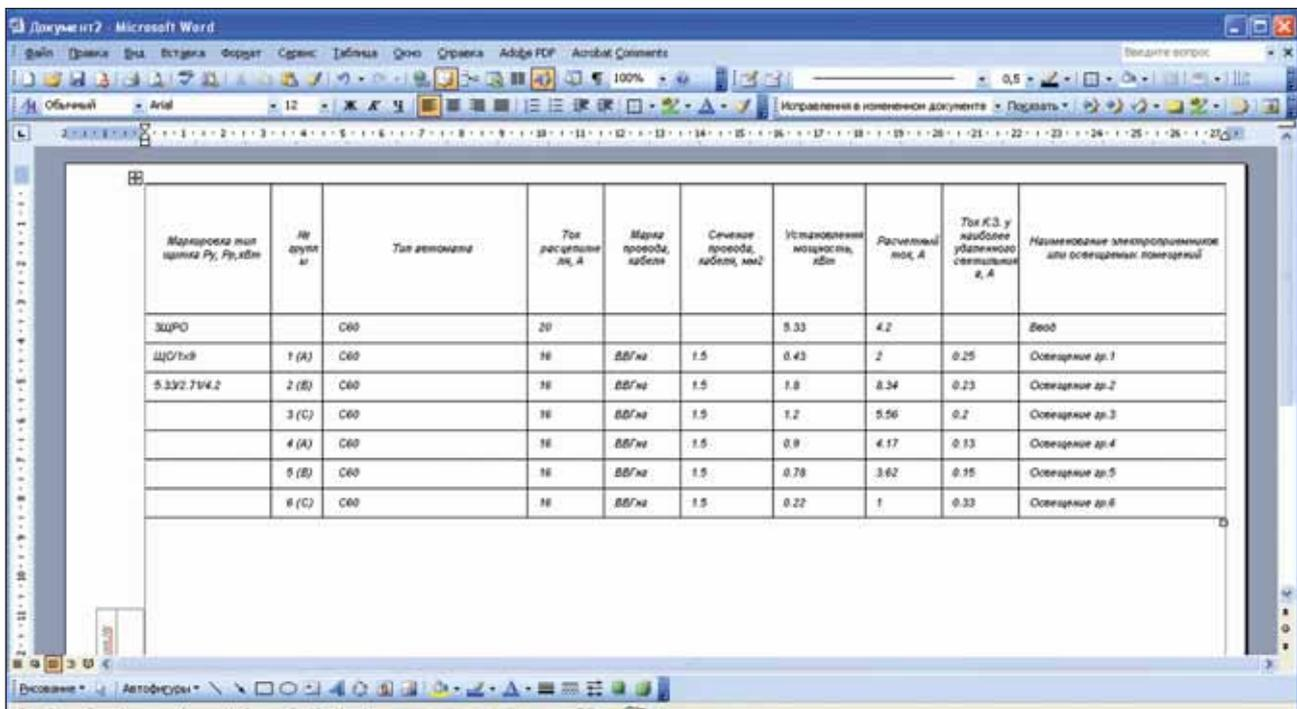

Рис. 11
- таблицы групповых щитков (рис. 11).